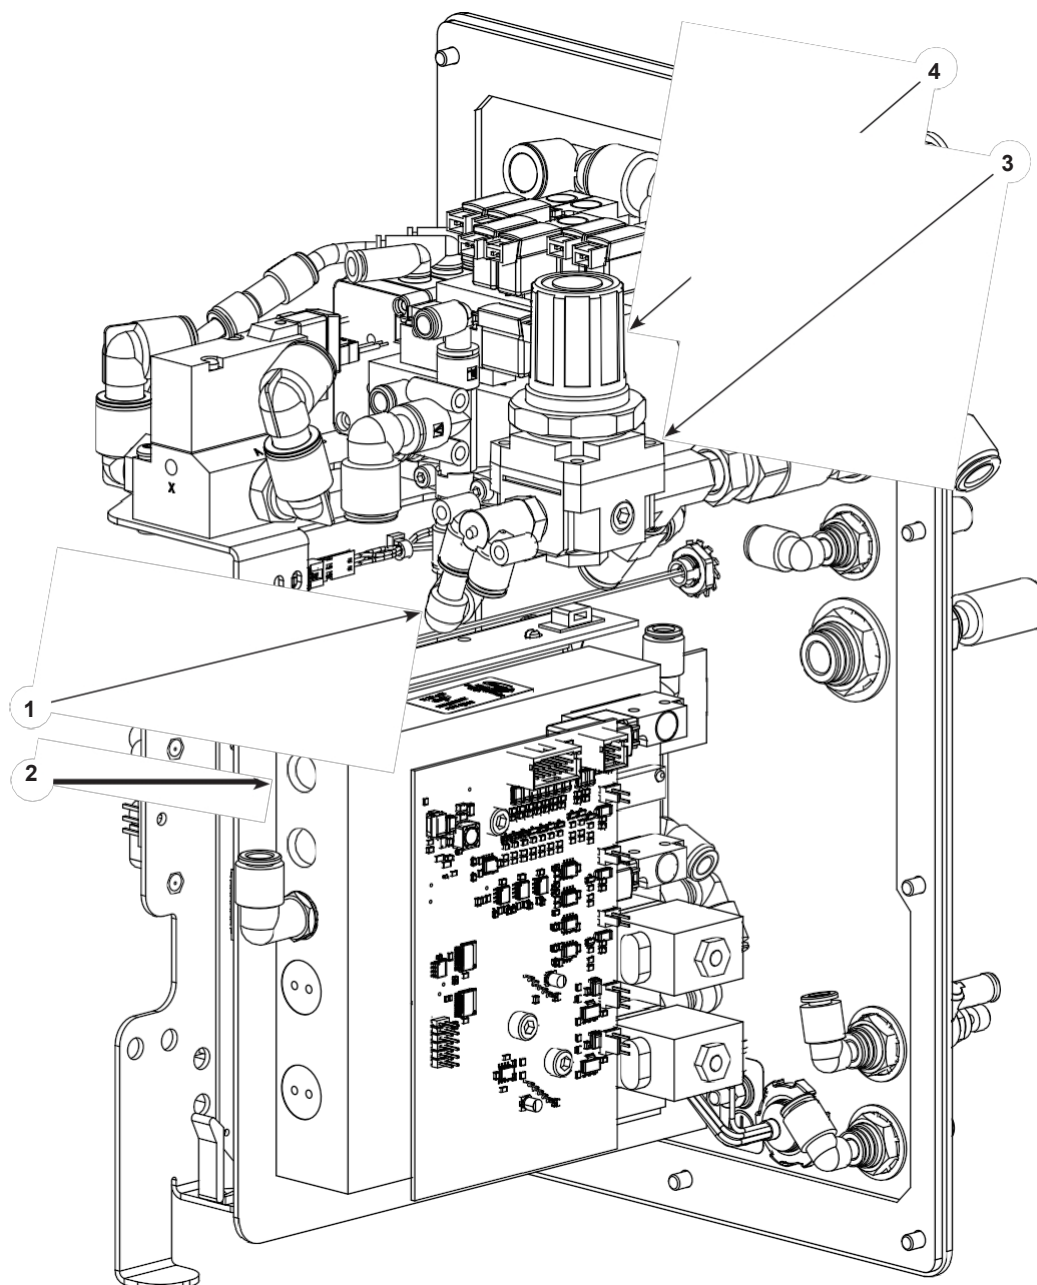

Figura 7-4 Reglarea regulatorului
A se vedea figura 7-4.
1. Localizați regulatorul corect (3) pentru modulul iFlow (2), după cum se arată în figura 7-4.
2. Deconectați unul dintre fittingurile (1) de la regulator și conectați manometrul în fitting.
5. Împingeți butonul regulatorului (4) pentru a bloca setarea.